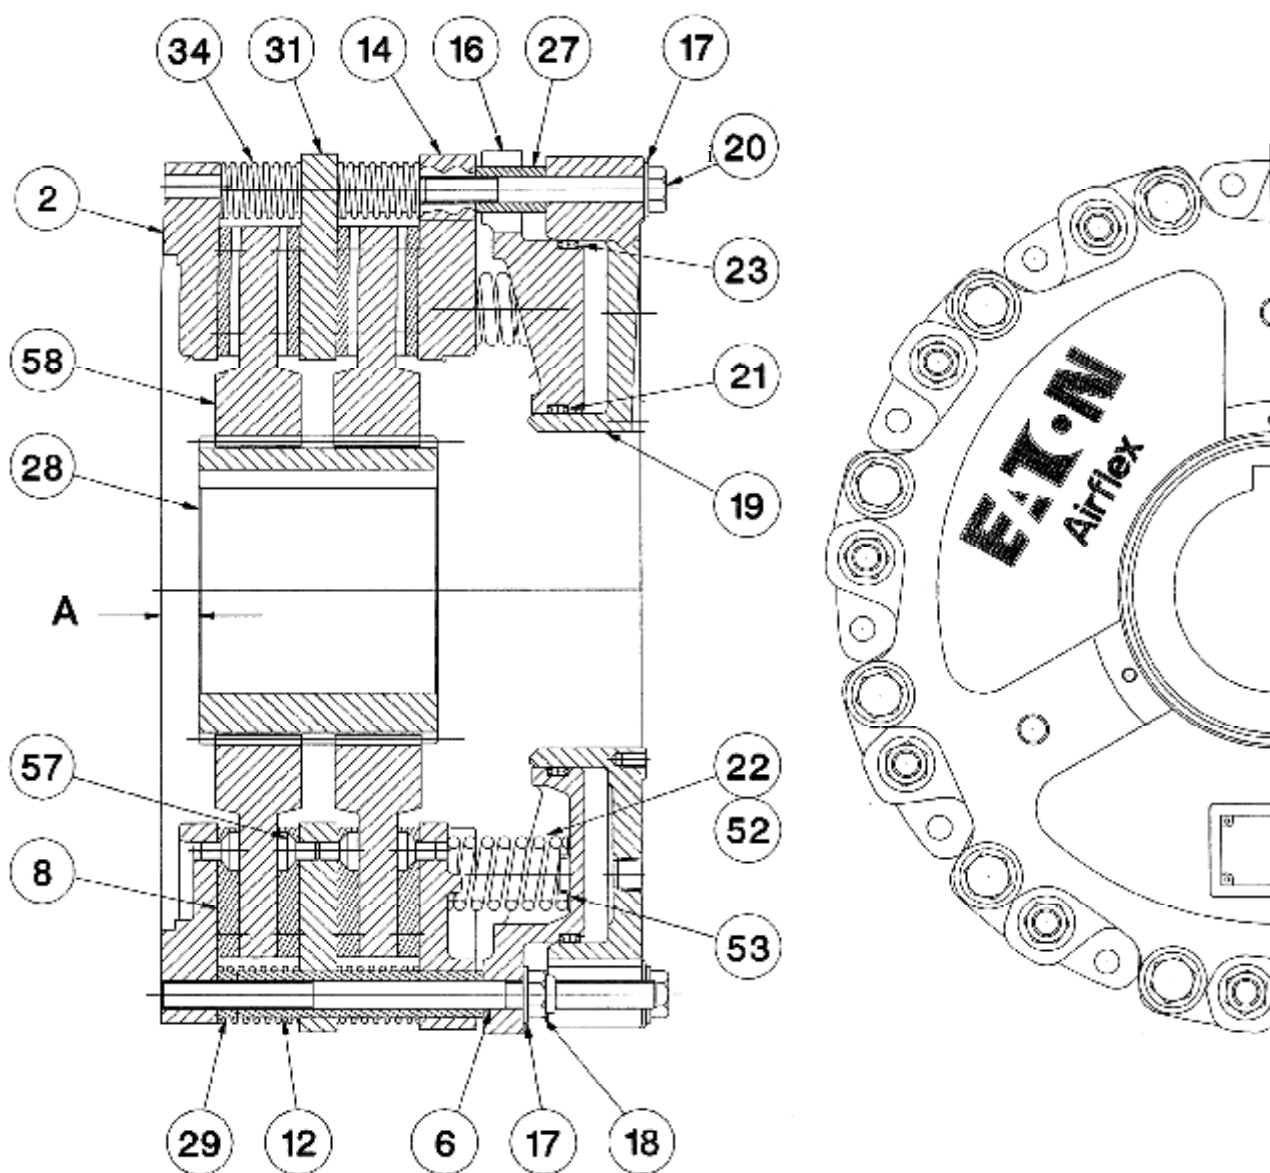

Рисунок 1
1.2.1 Как показано на рис. 1, шестерня (28) монтируется на статичной оси. Узлы тормоза соединяются с фланцем механизма или рамой. После того, как давление воздуха подано через входы цилиндра (19) цилиндр и соединенный с ним посредством винтов (20), плоских шайб (17) и распорных втулок (27) прижимной диск (14) отходит от
2.2.4 Наденьте шестерню на ось, убедитесь, что между шестерней и монтажной поверхностью тормоза осталось надлежащее расстояние («А»). См. рис. 1 и табл. 1. Равномерно нагрейте шестерню приблизительно до 250°F (121°C), это приведет к расширению отверстия и облегчит установку